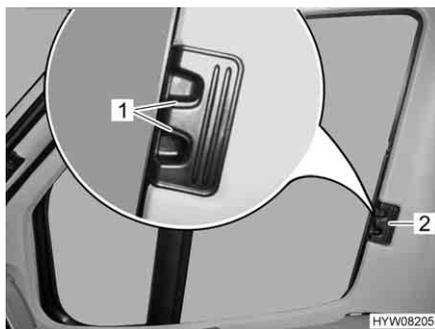

Bild 16 Plisségardin för förar-/passagerarfönster
- Tryck in låshandtagen (Bild 16,1) och håll dem intryckta.
- Ta tag i handtaget (Bild 16,2) och dra plisségardinerna för förar-/och passagerarfönstret till den andra fönstersidan och fäst med magnetremsorna.
- Ta tag i handtaget (Bild 16,2) till plisségardinerna för förarfönstret och passagerarfönstret och skjut in dem så långt det går.
- Släpp låshandtagen (Bild 16,1) och låt dem haka fast.